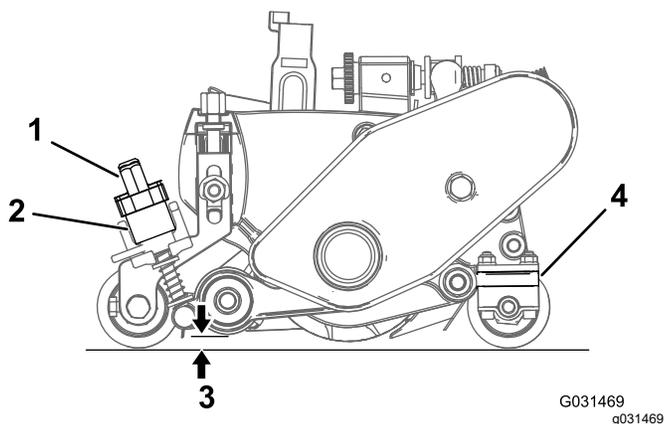

Figure 28
2. Tournez les leviers de levage rapide (Figure 28) à la position MARCHE (poignée vers l'avant de l'unité de coupe).
- À une extrémité du cylindre groomer, mesurez la distance entre la pointe la plus basse de la lame et la surface de travail (Figure 28). Tournez le bouton de réglage de la hauteur (Figure 28) pour élever ou abaisser la pointe de la lame de groomer à la hauteur voulue.